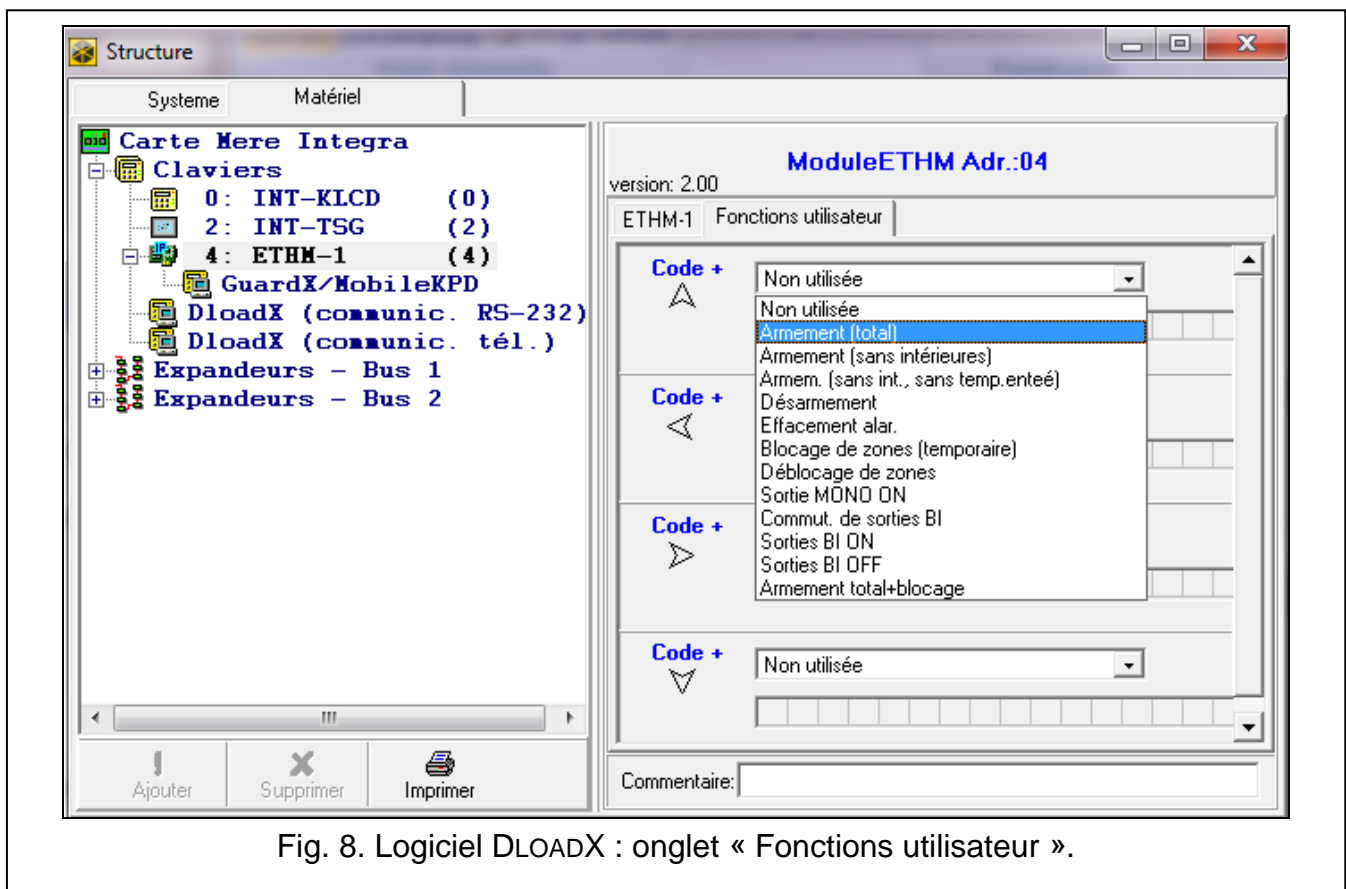

Fig. 8. Logiciel DLOADX : onglet « Fonctions utilisateur ».
- du logiciel DLOADX : →fenêtre « Structure » →onglet « Matériel » →branche « Claviers » → [nom du module] →onglet « Fonctions utilisateur » (fig. 8).